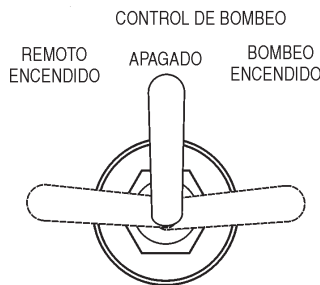

Figura 19. Interruptor de control de bombeo (OFF/ APAGADO)
2. Coloque el interruptor del control de bombeo (Figura 19) en la posición **APAGADO/OFF**.
1. Coloque el interruptor de control de bombeo en la posición **APAGADO/OFF** (Figura 19).